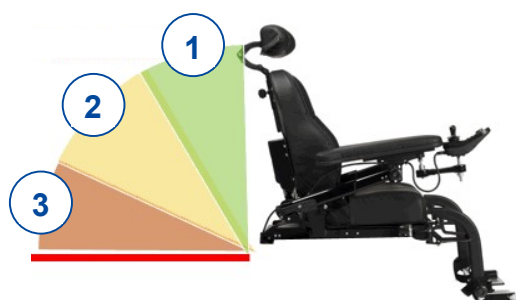

Figure 3 **Inclinaison du dossier**
- l'inclinaison du dossier dépasse un certain angle (cf. Figure 3) :